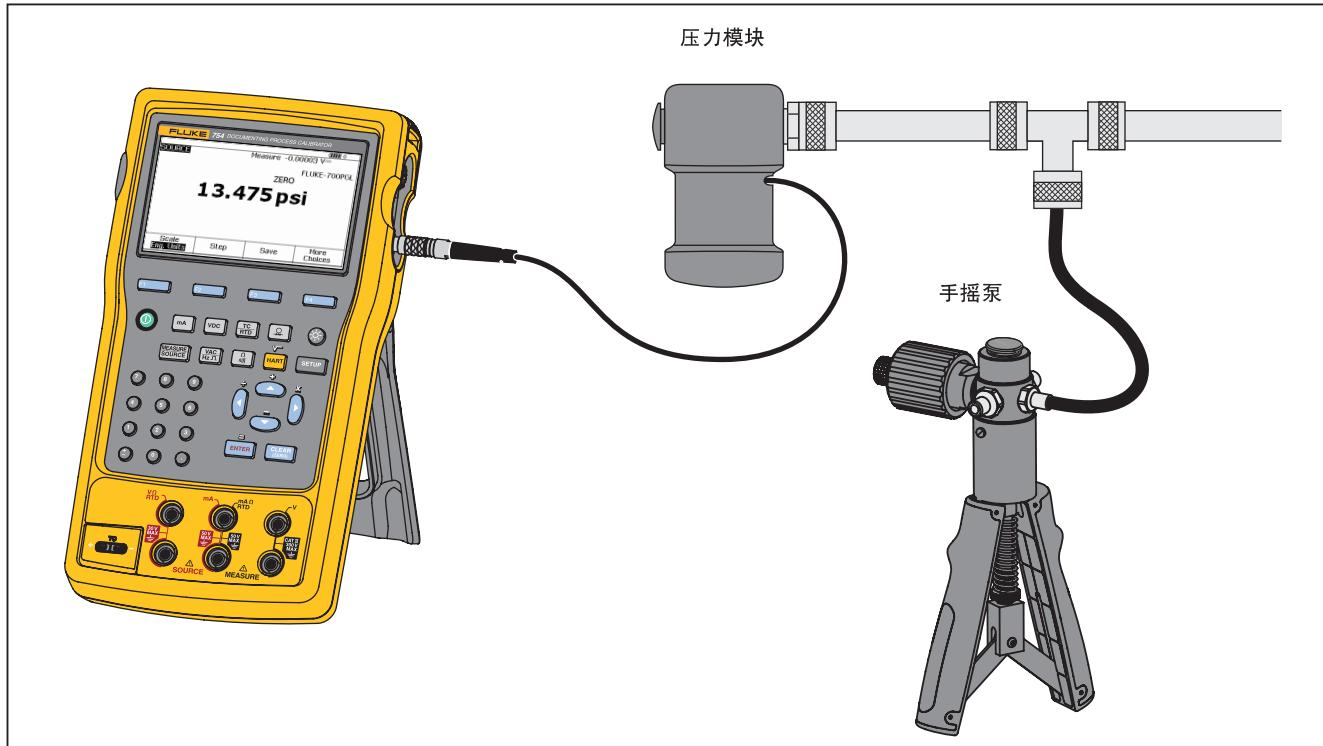

图 21. 输出压力的连接
本产品具有输出压力显示功能，此时需要外部压力手摇泵。可使用该功能来校准仪器，此时需要压力输出或差压测量值。有关此项应用的信息，请参阅图 21 和 36。
要使用输出压力显示，请参阅图 21：
1. 将压力模块和压力输出连接到产品，如图 21 所示。压力模块上的螺纹可接受 $\frac{1}{4}$ NPT 配件。如果必要，使用随附的 $\frac{1}{4}$ NPT 转 $\frac{1}{4}$ ISO 转接器。